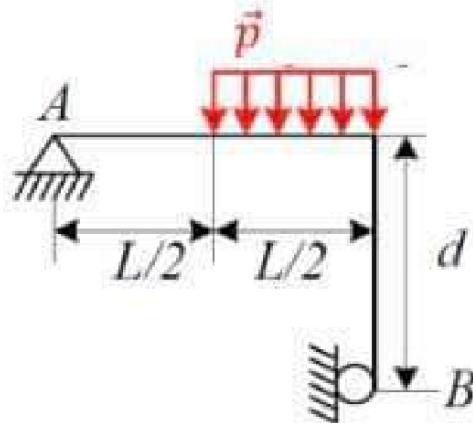

Figure 1 : poutre
1. Déterminez les réactions d'appui de la poutre illustrée à la figure 1.